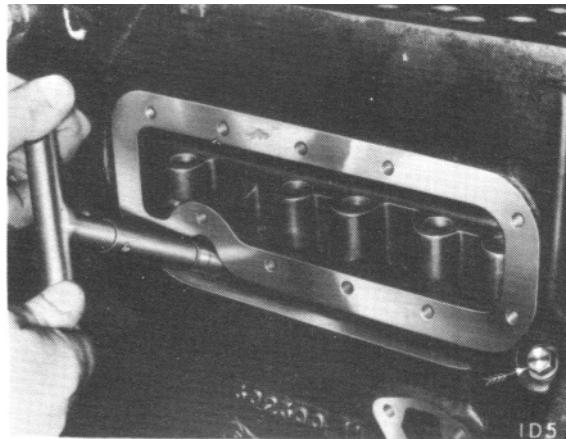

Fig.25
2. Monter les boulons de positionnement et les rondelles (le boulon de positionnement du palier arrière est marqué d'une flèche) (Fig. 25).